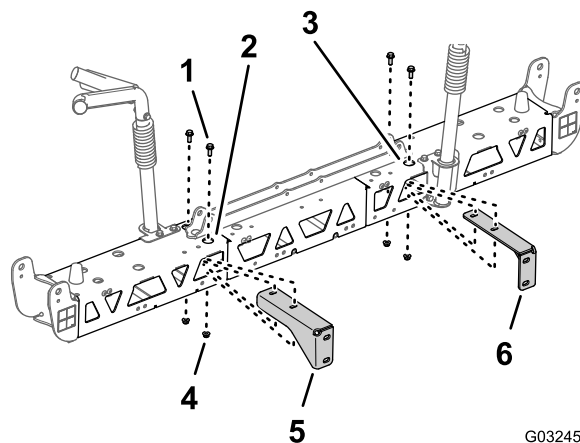

Figura 54
2. Allineate i fori sulla staffa di supporto di destra con i fori sul telaio della trave di destra, come illustrato nella Figura 54.
- Montate la staffa di supporto di destra sul telaio della trave di destra (Figura 54) con i 2 bulloni a testa flangiata (3/8" x 1") e i 2 dadi di bloccaggio flangiati (3/8") che avete rimosso ai passaggi 2 e 3 di Rimozione delle staffe di supporto dalla sezione di irrorazione centrale (pagina 26).
- Ripetete i passaggi 2 e 3 per la staffa di supporto di sinistra sul telaio della trave di sinistra (Figura 54).